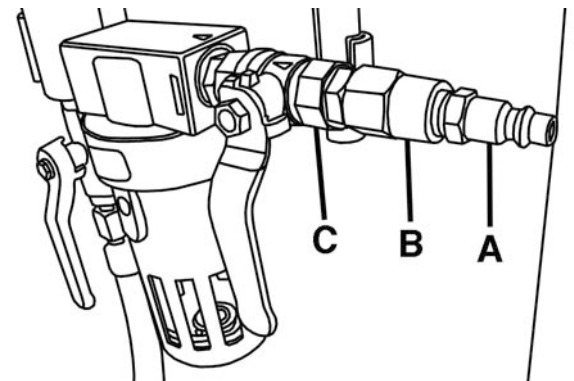

Figure 5
le raccord à connexion rapide (A) Fig.5 doit être installé au connecteur (B) et ensuite le raccord et le connecteur doivent être installés à la soupape d'admission d'air (C).